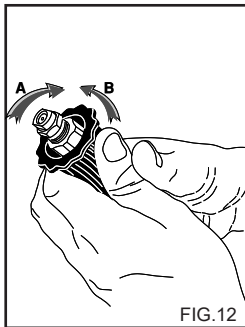

FIG.12
UTILISATION DU BOUTON DE REGLAGE (fig. 12)
- 2) Actionner le nettoyeur haute pression, ouvrir le robinet du détergent (s'il est présent), activer la commande d'aspiration du détergent présente sur la lance (fig. 12) et répandre la solution sur la surface à laver en procédant de bas en haut. Laisser agir quelques minutes.